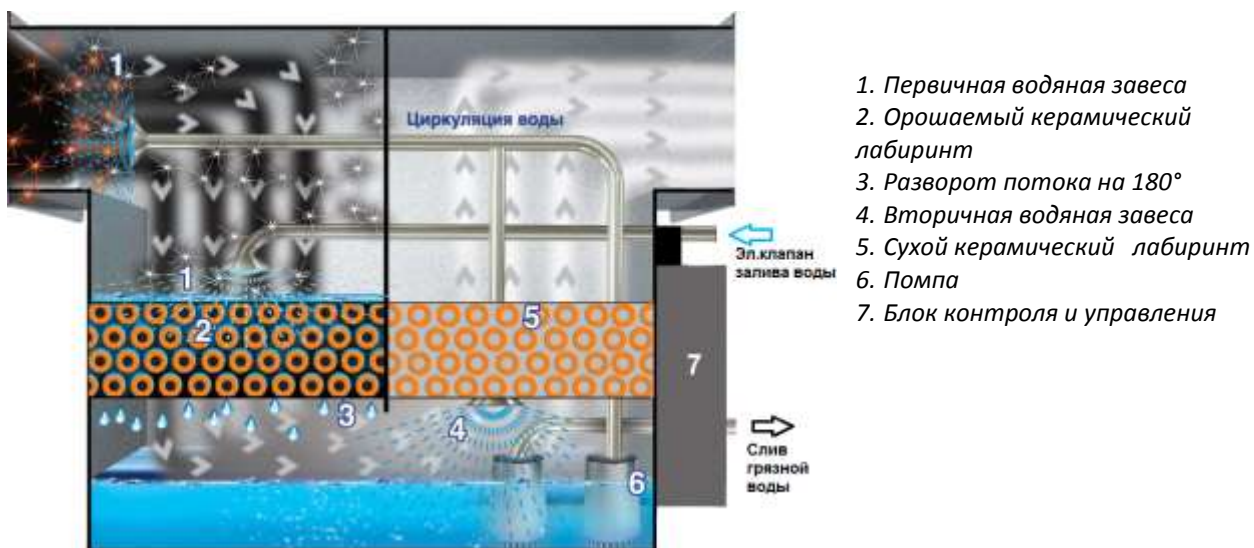

Рис. 3. Функциональная схема «Ятаган «Safe Fire».
3.1. Дымовые газы, с температурой до 250°C, от любого источника открытого огня, попадают в приемную камеру фильтрующего искрогасителя через приемный фланец и проходят несколько стадий обработки (Рис.3)